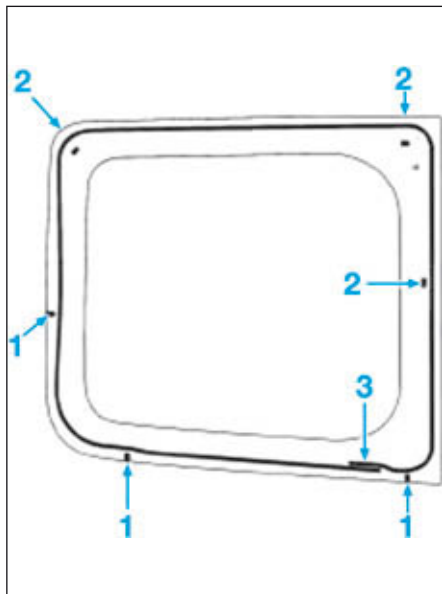

FIG.9
- Coller les trois cales adhésives (1) sur la feuillure du panneau de porte (Fig.9).
- Respecter l'emplacement du raccord (2) du cordon de colle.
- Placer la vitre en butée contre les cales (3).